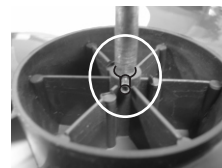

Fig 04
2º Alinhe o encaixe traseiro (11) da hélice (04), com o pino trava (09) encaixando a hélice no pino trava. Conforme Fig 04.